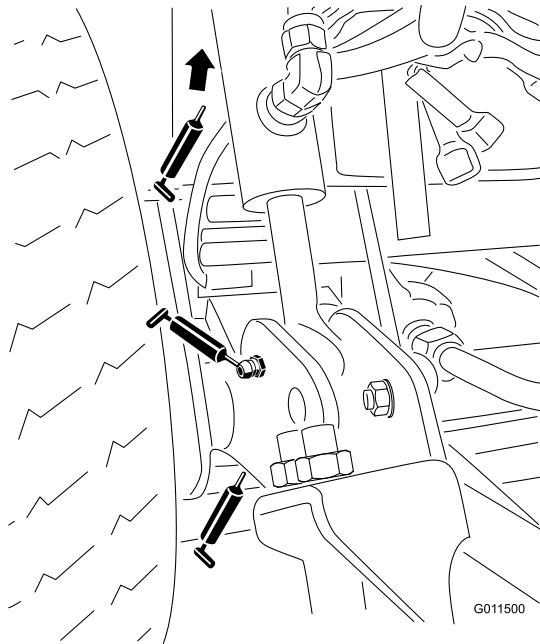

Bild 46
- Hubarmbüchsen (2) (Bild 46)
- Hubzylinderbüchsen (4) (Bild 46)